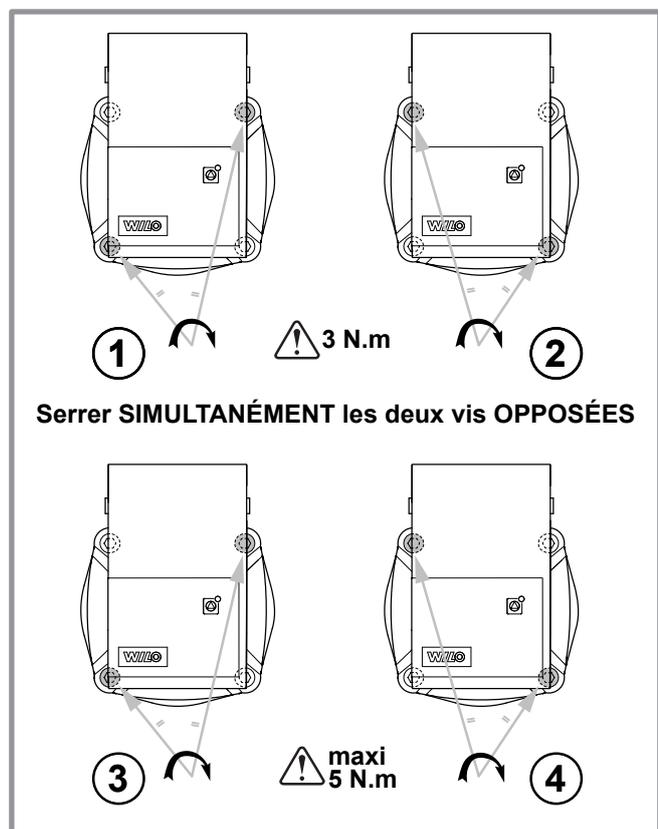

figure 70 - Serrage du moteur du circulateur
- ☞ **Attention au serrage** (voir figure 70).